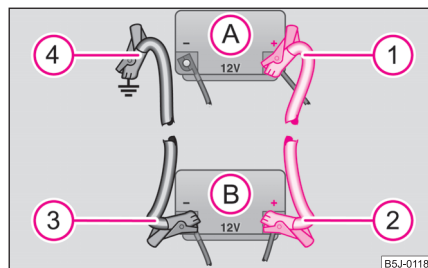

Fig. 175 Executarea pornirii cu ajutorul bateriei altui autovehicul: A - bateria descărcată, B - bateria furnizoare de curent
- Prindeți un capăt la polul plus ① ⇒ pagina 202, fig. 175 al bateriei descărcate **A**.
- Prindeți celălalt capăt la polul plus ② al bateriei care furnizează curent **B**.